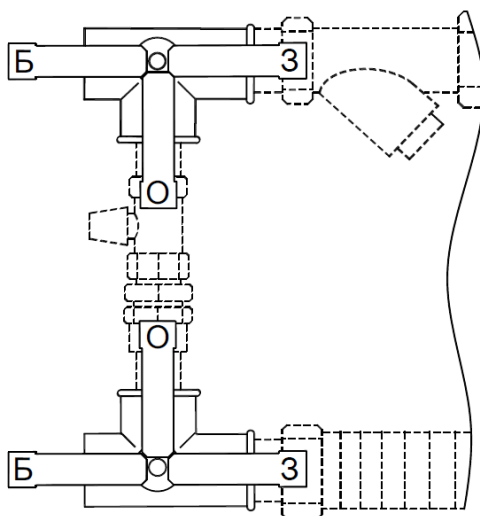

Рисунок 5.5 – Положения рукояток кранов
**ВНИМАНИЕ!** Перед монтажом необходимо уточнить и отметить на корпусе узла функциональные положения рукояток кранов поз.1 (Б, О и З) (см. рисунок 5.5):